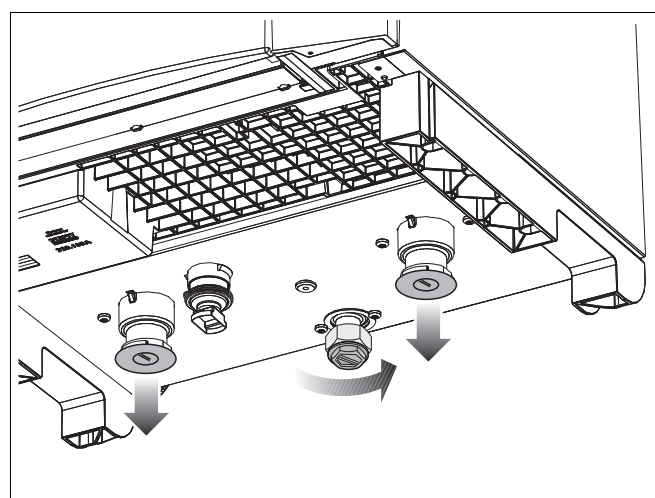

Fig. 10 Îndepărtați dopurile de protecție
- Îndepărtați dopurile de protecție de pe partea inferioară a cazanului de încălzire (fig. 10).